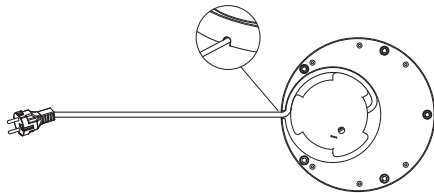

Bild 2
- Wickeln Sie das Netzkabel zur Verlängerung von Hand vom Kabelaufwickler ab. Regulieren Sie die erforderliche Netzkabellänge bis zur Netzsteckdose, indem Sie das Kabel aus seiner Aufnahme herausziehen. (Bild. 2)